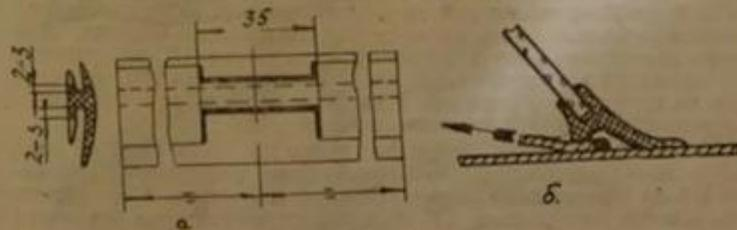

Рис. 2
6. 1. Установка ветрового стекла (см. рис. 2)
б) в уплотнительной резине, в ее средней части, с кормовой стороны разметить и вскрыть ножом пазы по ширине полки центрального кронштейна согласно рис. 2а;
в) вложить в нижнюю полость резины (с каждого борта) два отрезка тонкого шнура или проволоки диаметром 2—3 мм длиной 1,2—1,5 м, концы шнуров, обращенные к середине, выпустить через вскрытый ранее паз (см. рис. 2б);